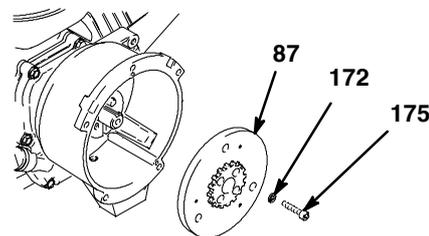

Рис. 7
9. См. Рис.7. Воспользуйтесь гайковертом или клином, установленным между якорем (87) и корпусом муфты сцепления, чтобы удерживать вал двигателя при демонтаже.
10. Отверните четыре винта (175) с пружинными шайбами (172).
11. Снимите якорь (87).